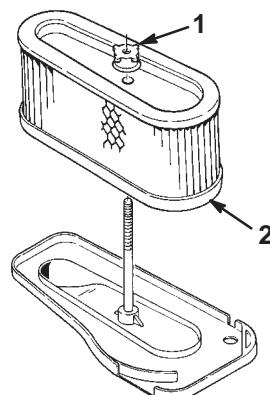

Figure 35
5. Dévissez l'écrou en caoutchouc et retirez l'élément en papier (Fig. 35).
2. Enfilez le filtre complet sur la longue tige. Vissez ensuite l'écrou en caoutchouc à la main, en appui contre le filtre à air (Fig. 35).